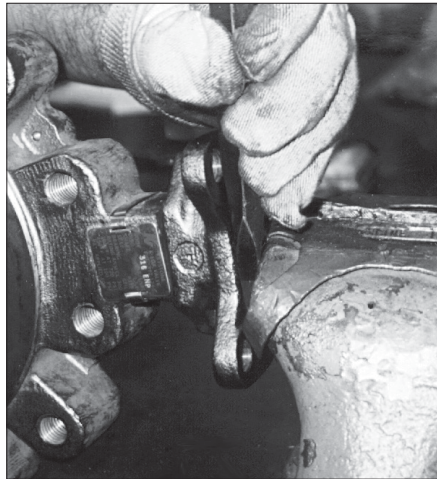

Figura 2 - Modalità di rimozione dell'albero superiore dal mozzo del disco superiore.
2. Una volta serrata la parte superiore dell'albero (3) nella morsa, inserire un punteruolo/scalpello a cuneo tra la flangia di montaggio del corpo valvola (1) e la morsa. (vedere Figura 2)
3. A mano a mano che il corpo della valvola (1) si allontana dalla morsa da banco, l'albero superiore (3) viene rimosso dal mozzo del disco superiore (2).
4. Continuare a riposizionare il corpo della valvola (1) con la morsa a banco in modo da consentire la rimozione dell'albero superiore (3).